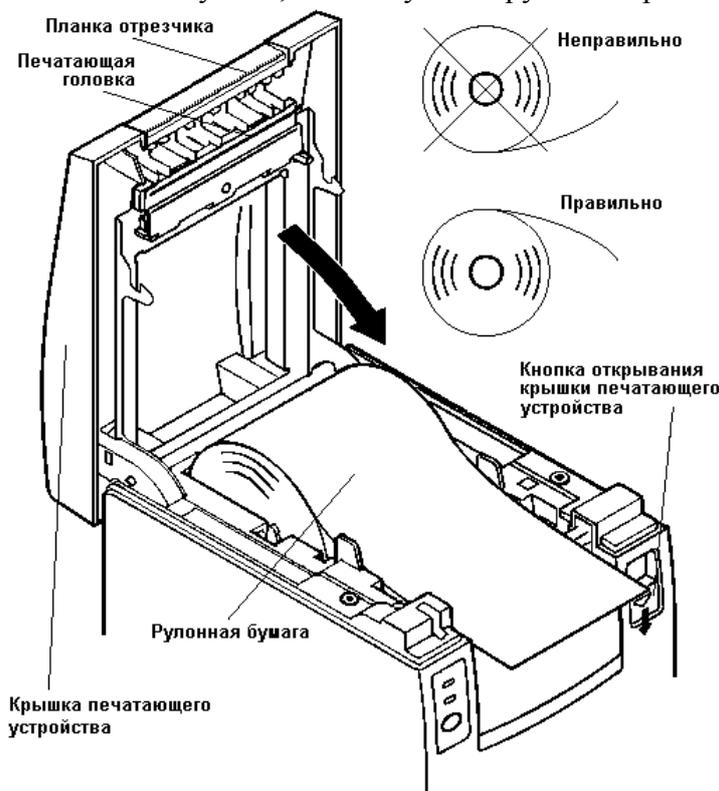

Рисунок 8 Заправка бумаги
4. Вставьте рулон бумаги в ККТ, как показано на Рис. 8. Убедитесь в том, что рулон будет разматываться в правильном направлении.